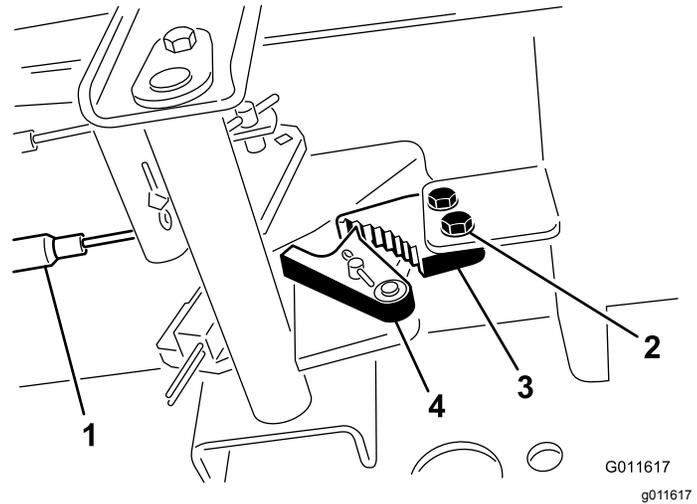

図 88
1. 駐車ブレーキのツメをフレームに固定しているねじ2本をゆるめる 図 88。
2. ブレーキのツメが戻り止めに完全に掛かるまで駐車ブレーキペダルを前に踏み込む 図 88。